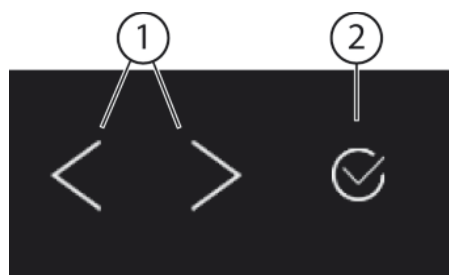
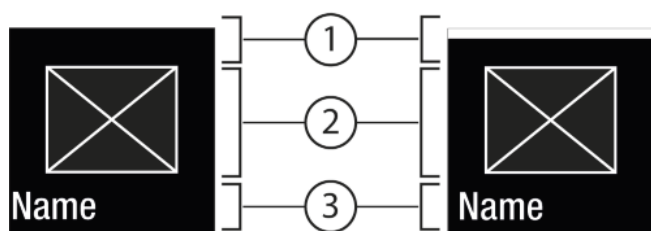
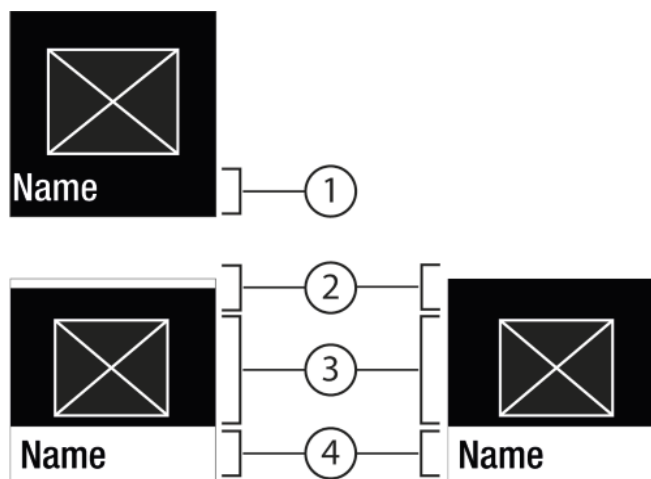

Fig. 5
Fig. 6
Fig. 7
- (1) Навигационная стрелка влево / вправо (2) Подтвердить
Навигационная стрелка влево / вправо Fig. 5 (1):
Подтвердить Fig. 5 (2):
- Навигация при помощи навигационной стрелки влево / вправо Fig. 5 (1).
- С помощью Подтвердить Fig. 5 (2) активировать Fig. 6 (1) / деактивировать Fig. 6 (1) функцию / настройку.
- С помощью Подтвердить Fig. 5 (2) вызвать Подменю Fig. 7 (4).
- Установка нового значения: С помощью Подтвердить Fig. 5 (2) выбрать деактивированное значение Fig. 6 (1).
- Назад в меню: С помощью Подтвердить Fig. 5 (2) выбрать уже активированное значение Fig. 6 (2).
► Навигационные стрелки Fig. 5 (1) нажимайте до тех пор, пока не появится индикация функции.
► Нажмите на Подтвердить Fig. 5 (2).
- ▶ Нажимайте навигационные стрелки *Fig. 5 (1)* нажимайте до тех пор, пока не появится индикация функции.
- ▶ Нажмите на Подтвердить *Fig. 5 (2)*.
- ▶ С помощью навигационных стрелок *Fig. 5 (1)* выберите значение настройки.
- ▷ Состояние: активировано *Fig. 6 (1)* появляется ненадолго в Подменю *Fig. 7 (4)*.
- ▶ Нажимайте навигационные стрелки *Fig. 5 (1)* до тех пор, пока не появится индикация настроек .
- ▶ Нажимайте навигационные стрелки *Fig. 5 (1)* до тех пор, пока не появится индикация требуемой настройки.